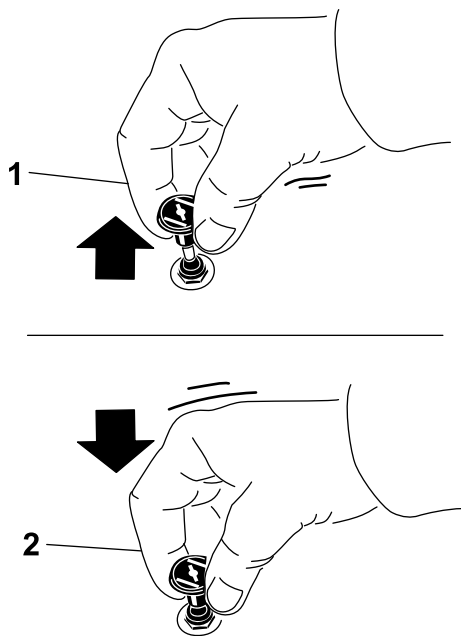

Figura 18
1. Tire hacia arriba del mando para engranar el estárter antes de usar el interruptor de encendido (Figura 18).
2. Presione hacia abajo el control del estárter para desactivar el estárter después de que el motor arranque (Figura 18).